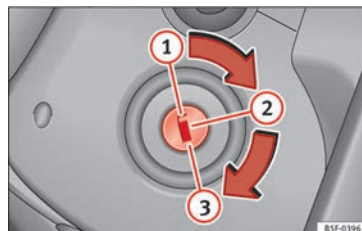

Fig. 145 Posiciones de la llave del vehículo.
- Gire la llave hasta la posición ① » » » fig. 145.
- Extraiga la llave de encendido en la posición ① » » » fig. 145 » » » ⚠.